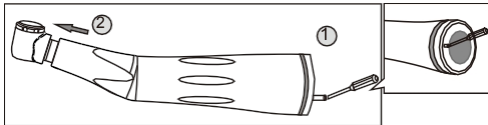

Abb. 1.1
1. Lösen Sie die Schraube am hinteren Ende des Winkelstücks mit einem Schraubendreher und ziehen Sie den kleinen Kopf von außen heraus, wie in Abbildung 1-1 dargestellt.